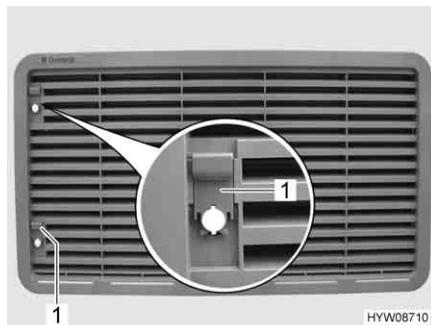
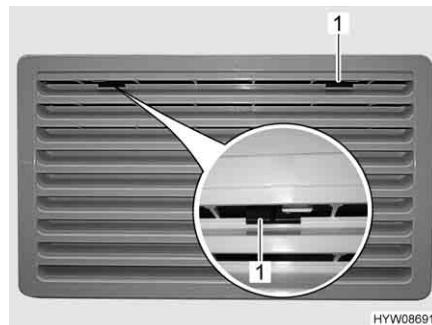

Fig. 94 Griglia di aerazione del frigorifero
Fig. 95 Griglia di aerazione del frigorifero (alternativa)
- A seconda dal modello, fare scorrere il cursore (Fig. 94, 1) verso l'alto oppure l'arresto (Fig. 95, 1) verso il centro.